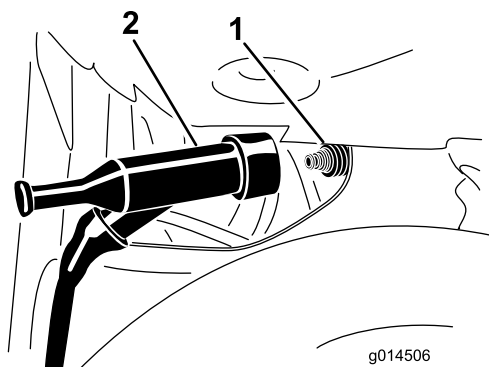

Figure 44
3. Débranchez le fil de la borne de la bougie (Figure 44).
4. Poussez le fil sur la borne de la bougie (Figure 44).